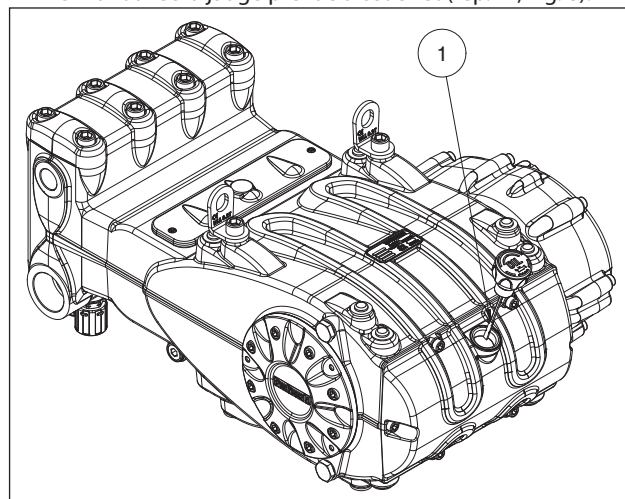

Fig. 8
- L'huile dans le carter de la pompe est au bon niveau, en le vérifiant avec la jauge prévue à cet effet (rep. ①, Fig. 8).